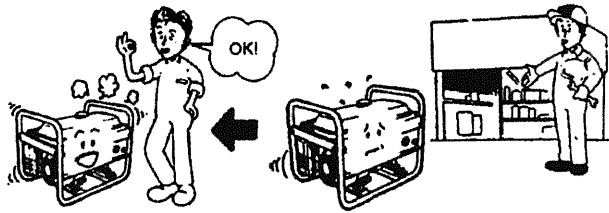

Fig. 54
- Si después de realizar estos pasos el generador sigue sin encender, consulta con su distribuidor para ayuda. (Figure 54)